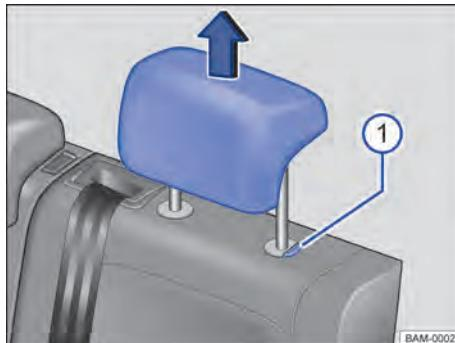

Fig. 69 Apoios para cabeça traseiros: desinstalar.
- Retirar o apoio para cabeça com o botão → Fig. 69 ① pressionado.
- Empurrar o apoio para cabeça para baixo com o botão → Fig. 69 ① pressionado.